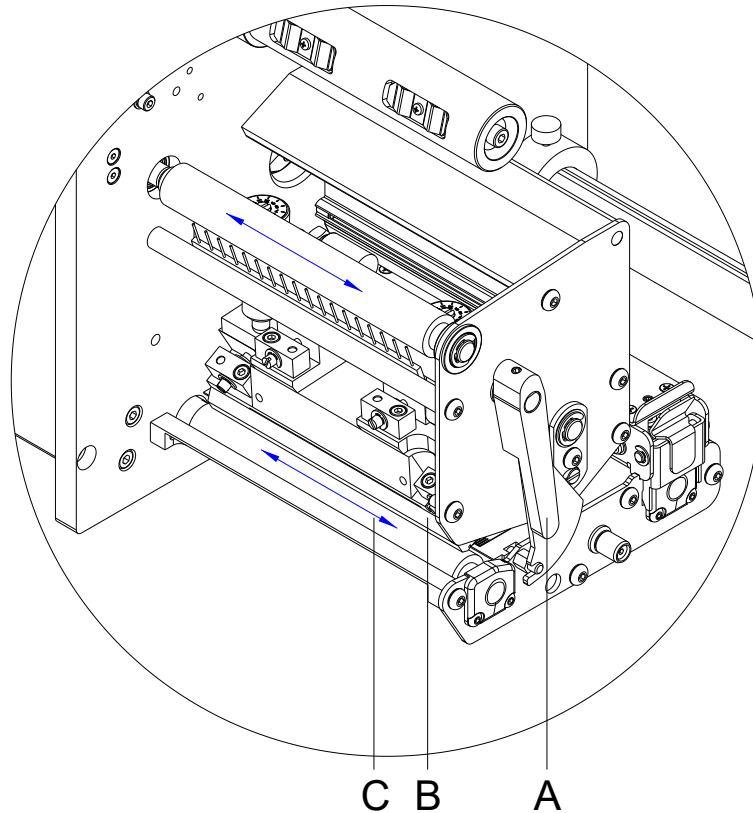

Abbildung 25
2. Andruckhebel (A, in Abbildung 25) gegen den Uhrzeigersinn drehen, um den Druckkopf zu entriegeln.
7. Andruckhebel (A, in Abbildung 25), bis er einrastet im Uhrzeigersinn drehen, um den Druckkopf anzuklappen.